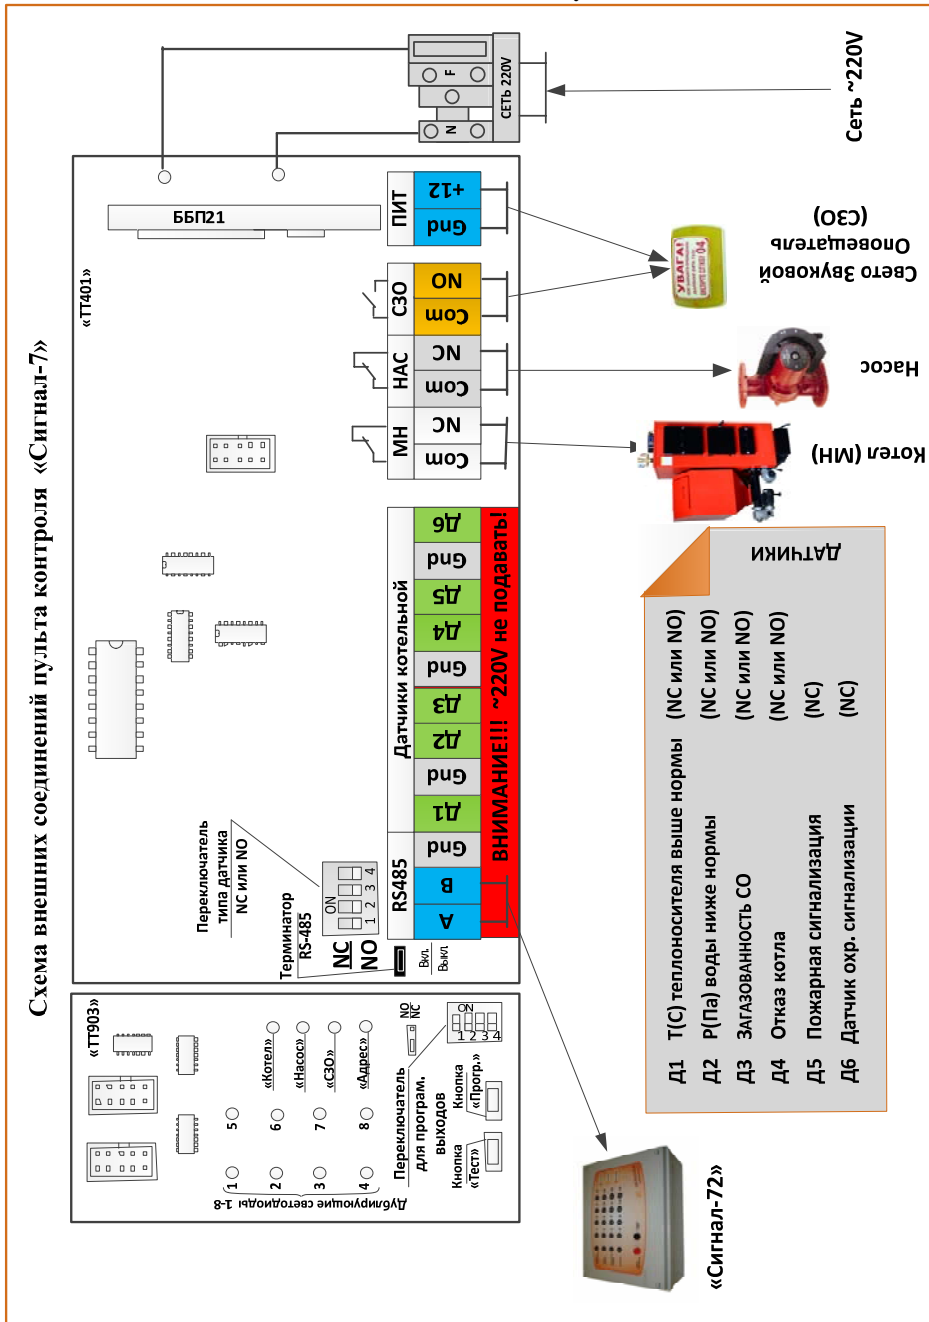

Рис.1
**2.1** «СИГНАЛ-7» выполнен в пластмассовом корпусе (боксе) с открывающейся передней дверцей. Передняя панель пульта показана в Приложении А Рис. 1.
**2.3** Вид пульта изнутри показан в Приложении Б Рис.1. На задней стенке расположены: